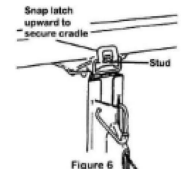

Figure 6
6. Przymocuj główny wspornik do ramy (Rys. 6):